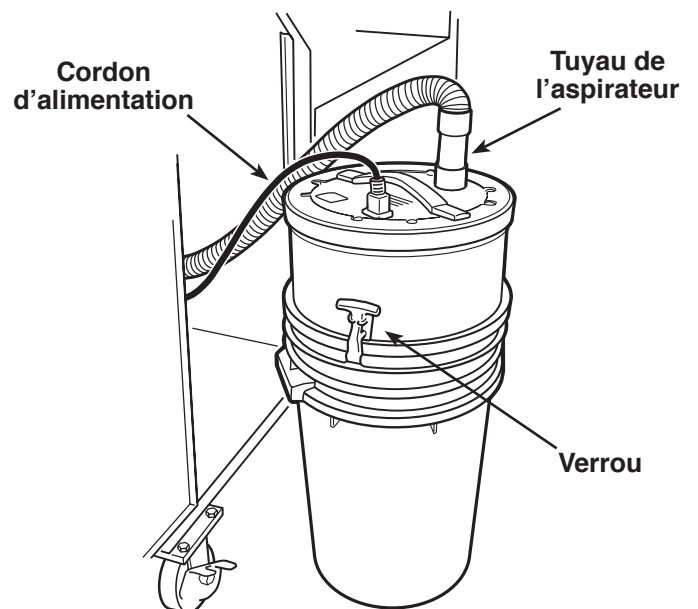

Figure 11
3. Saisissez la poignée du seau de l'aspirateur et faites sortir l'air du coffret. Voir la figure 11.